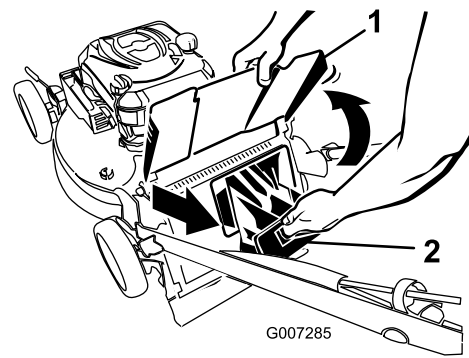

Figura 27
2. Levante y sujete el deflector de descarga (Figura 27).
3. Saque el tapón de descarga trasero (Figura 27).